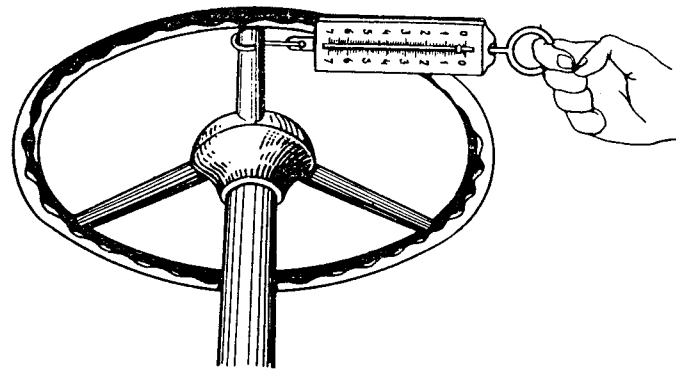

Bild 187. Prüfung des Anzuges der Lenkschneckenlager mit Hilfe eines Dynamometers
11. Anzug der Lager 8 und 15 durch Drehen der Lenkschnecke 11 endgültig prüfen. Bei richtigem Anzug der Lenkschneckenrollenlager muß die zum Drehen des Lenkrades erforderliche Kraft 0,22...0,45 kp (ohne eingebaute Lenkstockhebel) betragen. Die Prüfung des Lenkanzuges ist mit einem Dynamometer vorzunehmen (Bild 187).